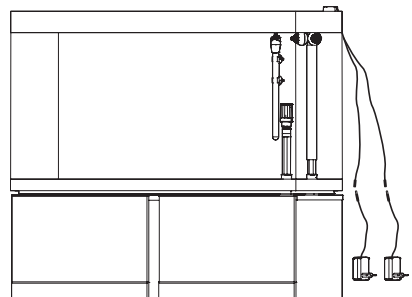

Fig. 9
3. Tilslut belysningsenheden til LED-adapteren med dens stik (se fig. 9).